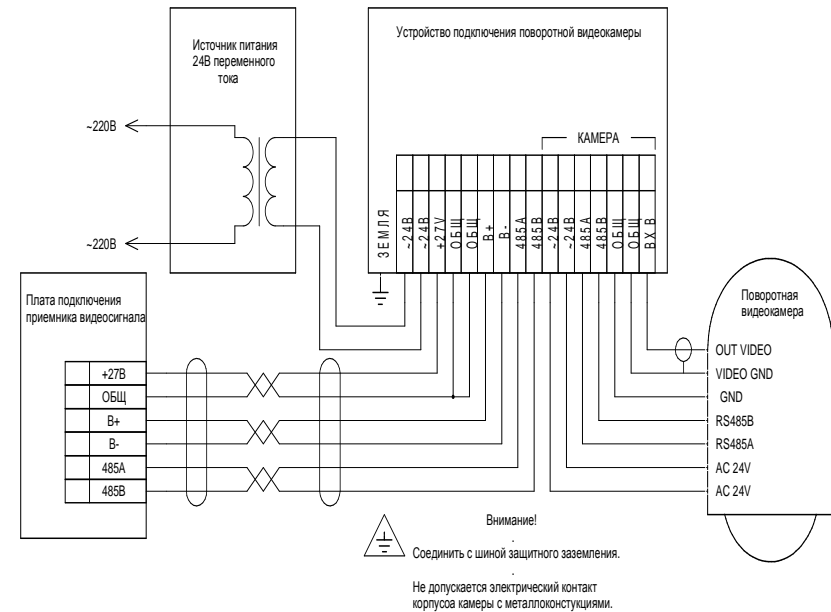

Рисунок 4.4. Подключение УППВК
4. Подсоедините цепи «Общ, Видео, RS-485, ~24В» от видеокмеры к соответствующим клеммам УППВК (рис.4.4).